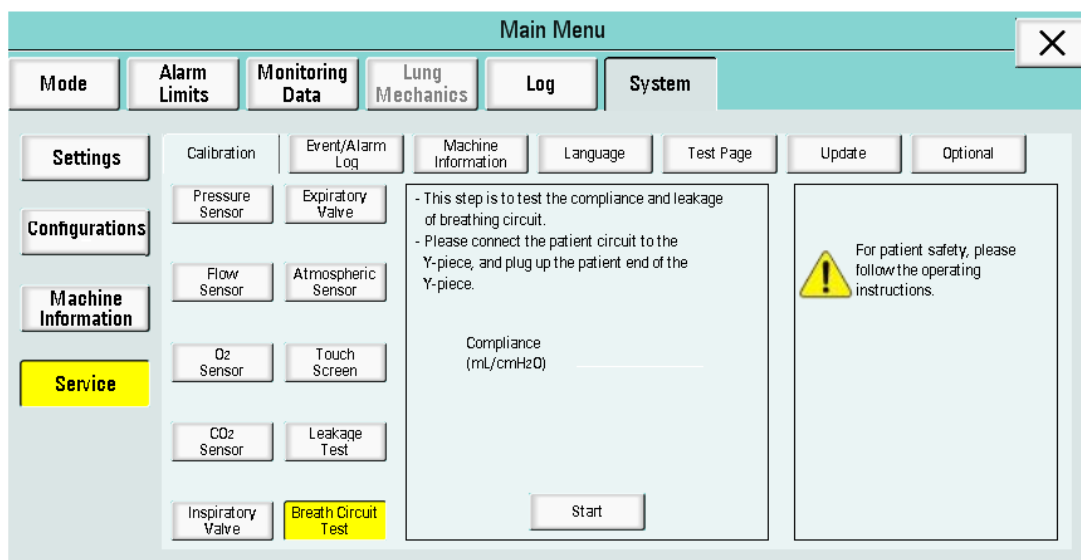

Figura 6-69
(9) Calibração do teste do circuito de calibração: Clique em "Teste de circuito respiratório" para entrar na interface de teste. Uma mensagem é exibida: "Nesta etapa, é feito o teste de conformidade e vazamento do circuito respiratório. Conecte o circuito do paciente à peça em T e conecte a extremidade do paciente da peça em T", como mostra a Figura 6-69.